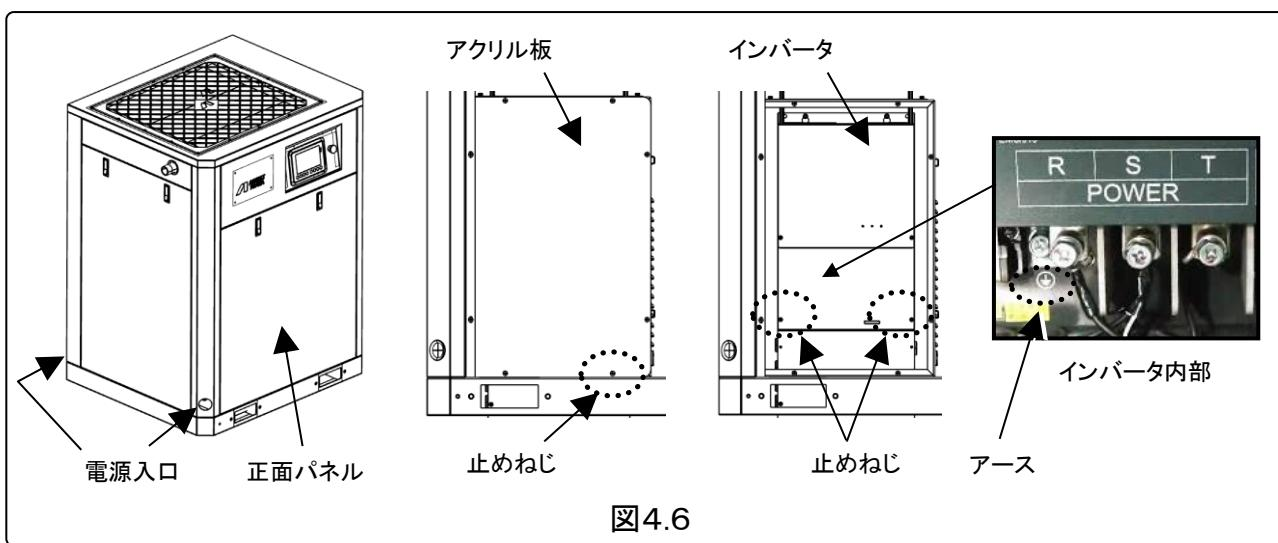

図4.6
- (1)図4.6を参照のうえ、正面パネルを開けてください。